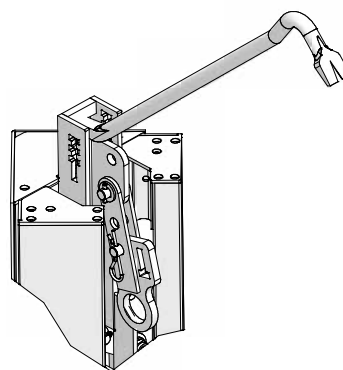

Fig. 33.5 C
7. Pour remettre l'angle décoffrant en position initiale, positionner le pied de biche au point C (Fig. 33.5 C) et le pousser vers le bas.